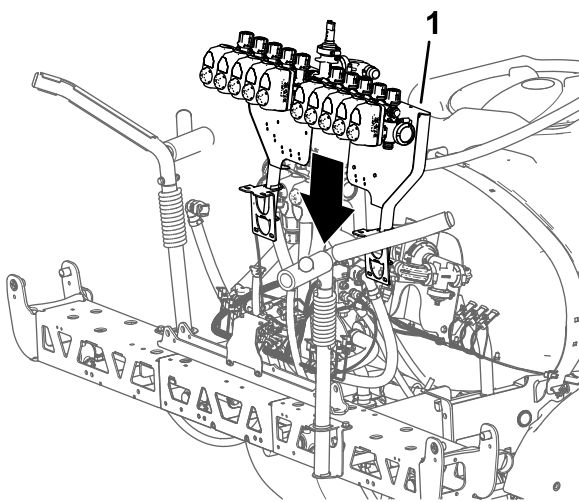

Figura 107
1. Utilizando equipamento de elevação com a capacidade especificada, levante o conjunto de montagem da válvula e válvula do pulverizador e alinhe-o por cima da secção de pulverização central (Figura 107).